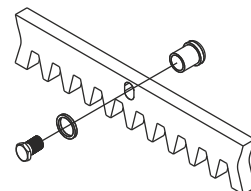

Fig. 6
5.2. Fixer à chaque élément de la crémaillère les cliquets de support à l'aide des vis de blocage qui doivent être positionnées sur la partie supérieure du trous oblong (Fig.6);